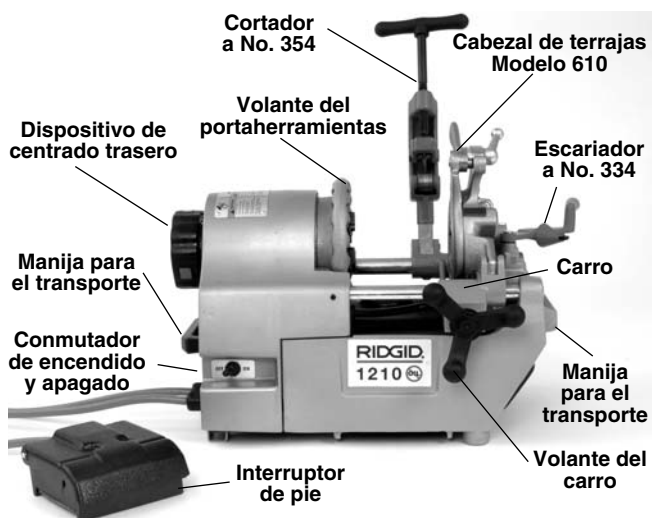

Figura 1A - Roscadora No. 1210
4. Asegure que el interruptor de pie esté presente y acoplado a la Roscadora (Figura 1A) y que tanto éste como su cordón se encuentran en buenas condiciones. Oprima el pedal del interruptor de pie y cerciórese de que funciona suavemente y no se pega.